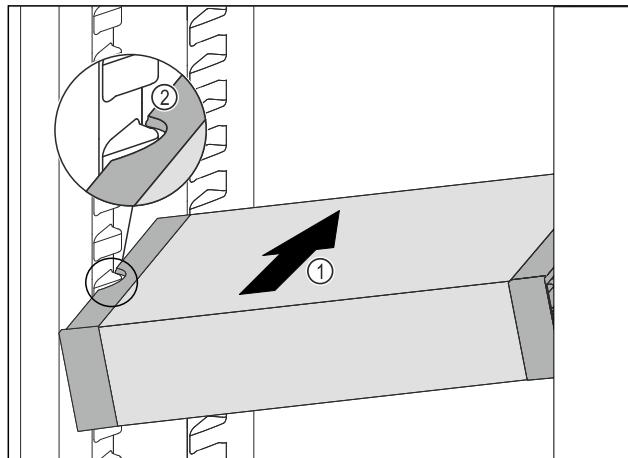

Fig. 56
- Вставити висувний ящик VarioSafe під кутом в охолоджувальне відділення Fig. 56 (1), додоки бокові поглиблення Fig. 56 (2) VarioSafe не будуть розташовуватися на рівні ребра для ємності в охолоджувальному відділенні.